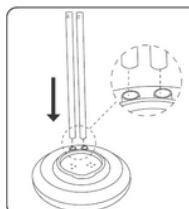

Рис. 1
- Вирівняйте дві опорні трубки з отворами в основі, потім закріпіть їх знизу за допомогою гвинтів, що входять до комплекту. (Рис. 1).